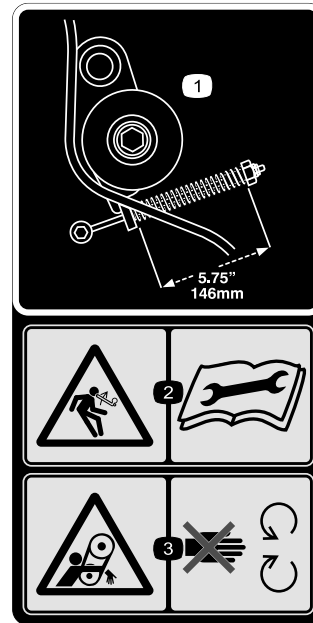

图32
1. 通过将怠轮弹簧压缩到 146mm 的长度来检查皮带张紧力是否适当请参阅图32。